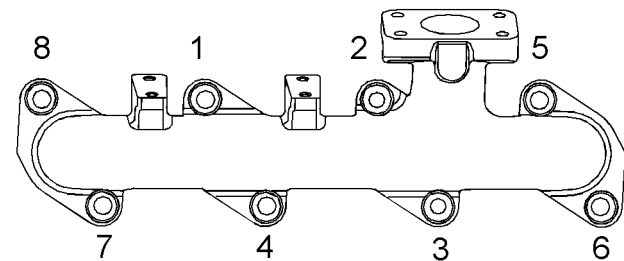

图 48
- 检查所有螺栓(1)上的扭矩。螺栓必须按照插图48所示顺序拧紧。